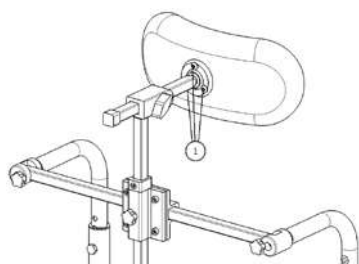

Fig. 31
- Installate il poggiatesta nel perno a sfera e stringete le tre viti (1) (Fig. 31).